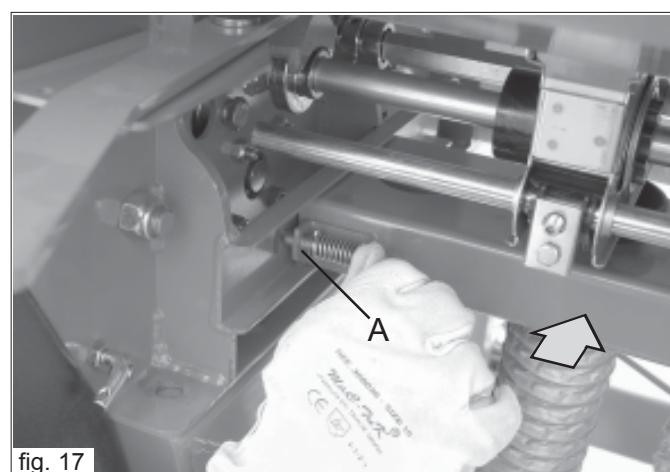

fig. 17
- 1) Extraiga el pasador (A Fig. 17) y mueva el travesaño perforado, por medio de las manillas, en el sentido de la flecha.
- 2) Extraiga el pasador (A Fig. 17) y mueva el travesaño perforado, por medio de las manillas, en el sentido de la flecha.
- Extraiga el pasador (A Fig. 17) y mueva el travesaño perforado, por medio de las manillas, en el sentido de la flecha.